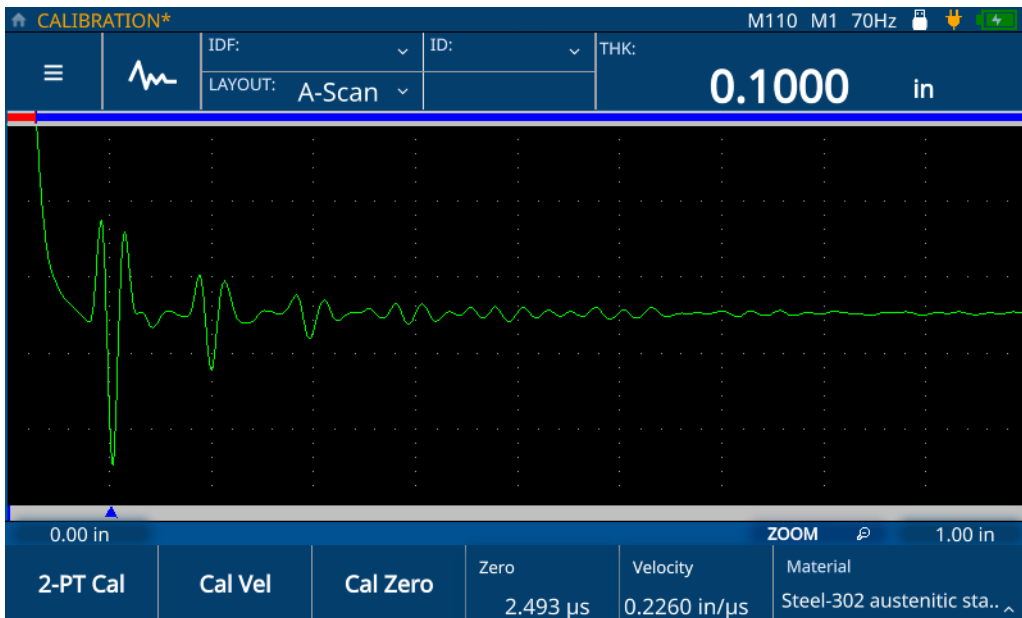

図 5-7 ゼロ点校正の完了
6. **チェックマークアイコン**をタップして値を保存し、校正を完了します（48 ページの図 5-7 参照）。